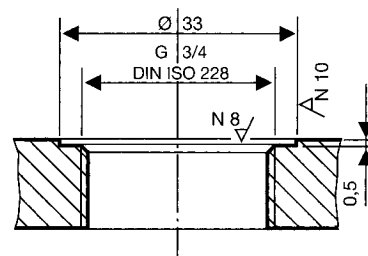

Fig. 8
1. Dichtflächen überprüfen. Fig. 8
- Die Dichtflächen am Flanschdeckel müssen gemäß Fig. 8 technisch einwandfrei bearbeitet sein!